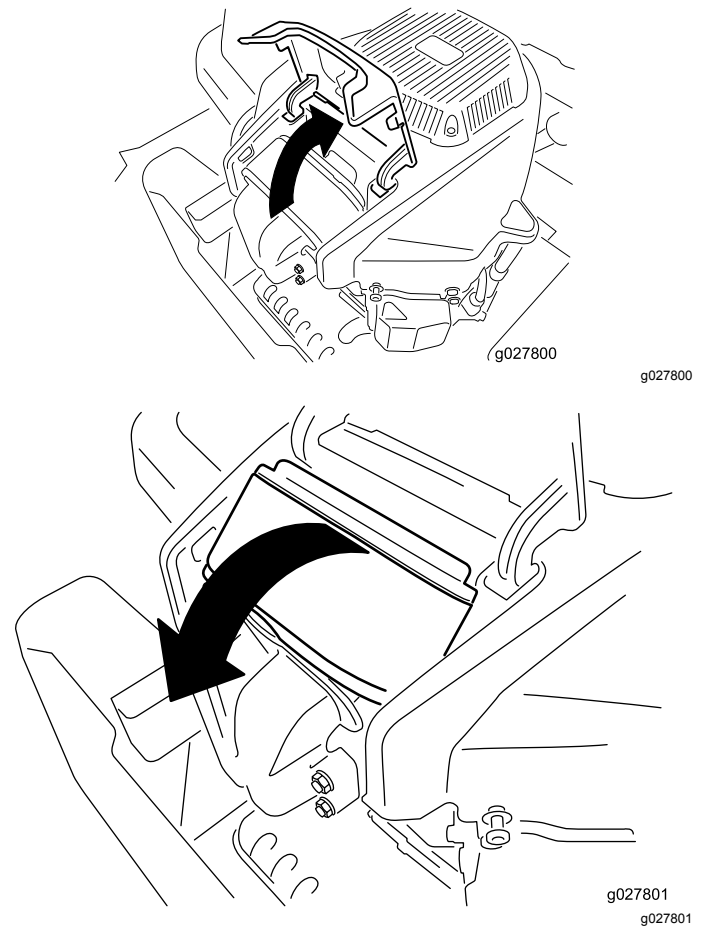

Figura 29
4. Retire la tapa y gire el limpiador de aire para retirarlo del motor (Figura 29).